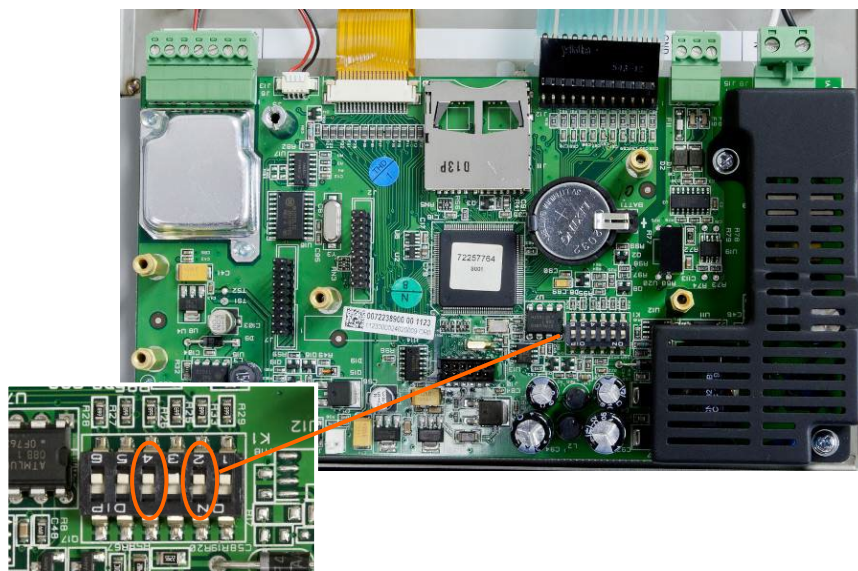

Figure 5-10: Commutateurs SW1-2 et SW1-4
2. Placez le commutateur SW1-2 en position Marche comme sur la Figure 5-10.
- La position de SW1-4 (aussi présentée sur la Figure 5-10) détermine si les données EEPROM ayant une signification métrologique pour l'étalonnage de la bascule sont réinitialisées lorsqu'une réinitialisation générale est effectuée. SW1-4 doit être sur Marche pour réinitialiser les données EEPROM. Si SW1-4 est réglé sur Arrêt, les données métrologiques EEPROM **ne seront pas** affectées par une réinitialisation générale et l'étalonnage d'origine subsistera.